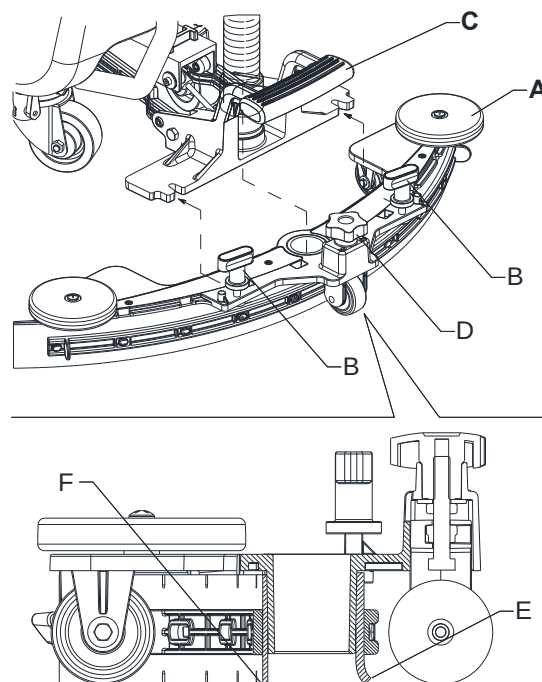

Рис. 7
1. Установите скребок (А, Рис. 7) и закрепите его на скобах (С) при помощи маховиков (В).
2. При необходимости отрегулируйте скребок с помощью кнопки (D), чтобы задний (Е) и передний скребки (F) касались пола как изображено на рисунке.